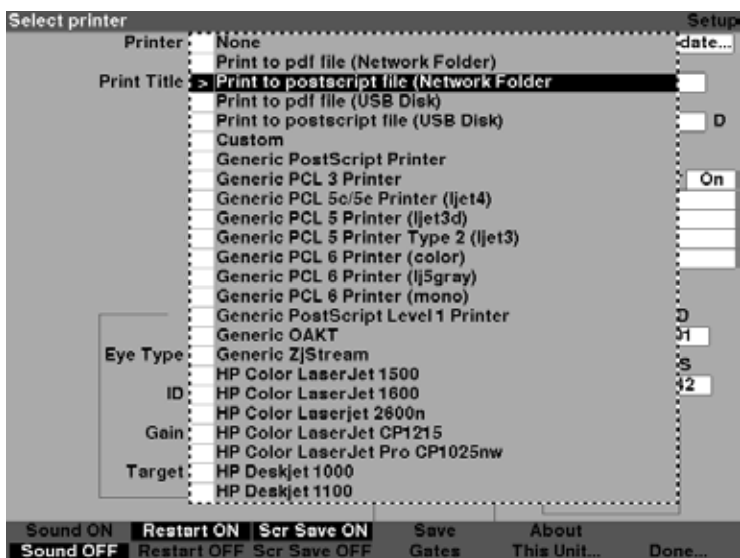

Figura 5-25 Ativar Campo da impressora
3. Pressione o botão giratório ou o sinal de conferido para ativar o campo da impressora, indicado pela borda tracejada conforme mostrado na Figura 5-25.